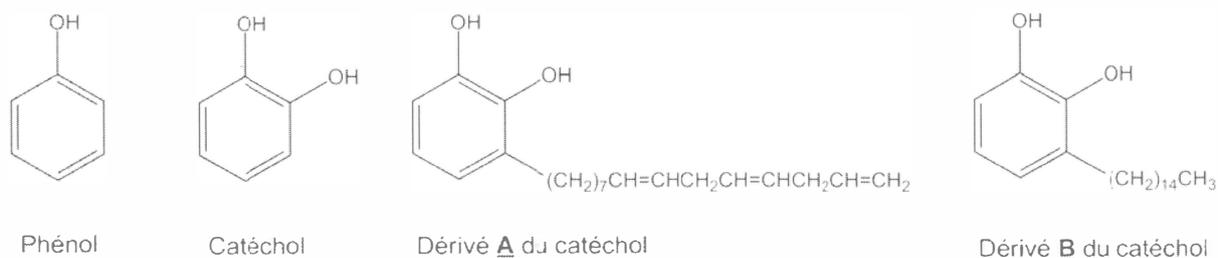

Figure 1 : structures du phénol et de polyphénols
- A. L'urushiol est une toxine organique que l'on trouve dans une plante d'Amérique du Nord, le sumac grimpant. L'urushiol est constitué d'un ensemble de molécules dérivées du catéchol (ortho-diphénol ou benzène-1,2-diol) dont **A** et **B** représentés sur la figure 1. La présence des groupements hydroxyle dans ces dérivés est à l'origine d'allergies et de dermatites par contact cutané.